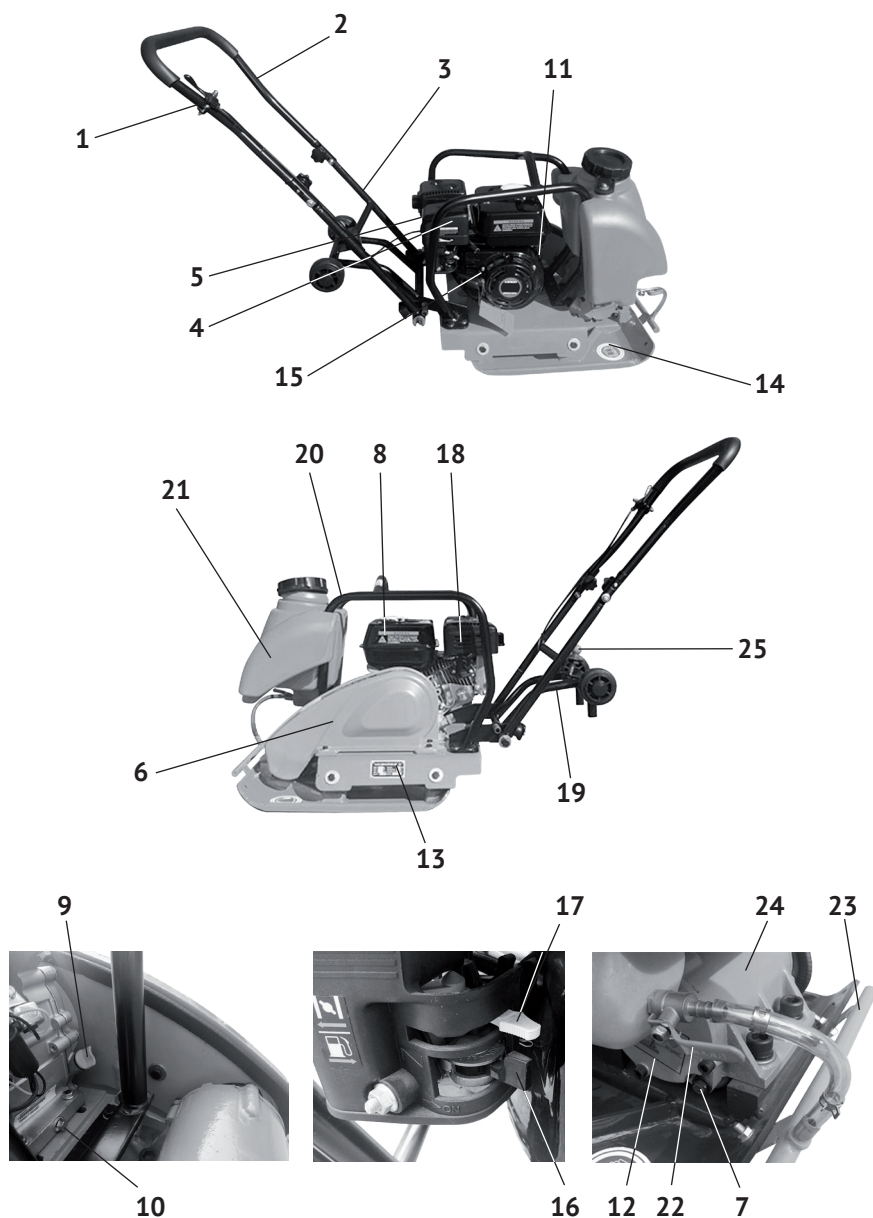

рис.1
2.4 Общий вид виброплиты представлен на рис.1
Основным несущим узлом виброплиты является цельнометаллическое основание (рис.1 поз.14), выполненное заодно с корпусом вибратора, имеющее форму широкой «лыжи» с загнутыми краями. Сверху на основание крепится, с использованием виброамортизаторов (резиновых подушек), платформа двигателя (рис.1 поз.13). Платформа двигателя – сварная конструкция, являющаяся базовым узлом, на которую крепятся: двигатель с приводом, рукоятка управления (рис.1 поз.3), кронштейн с колёсами (рис.1 поз.19), рама крепления (рис.1 поз.20) системы орошения с баком (рис.1 поз.21) и кожух ремённой передачи (рис.1 поз.6).
В корпус вибратора, на подшипниках, смонтирован эксцентриковый вал, закрытый с торцов крышками (рис.1 поз.12). На выходном конце вала вибратора закреплён шкив ремённой передачи.
При вращении эксцентрикового вала вибратора создается центробежная сила, приводящая к вибрации плиты (рис.1 поз.14). Амплитуда колебаний в передней части виброоснования больше, чем сзади, что приводит к прямолинейному передвижению виброплиты.
Открутите крышку топливного бака (рис.1 поз.8). Заливайте бензин в топливный бак не более чем на 1 см ниже уровня основания заливной горловины. Перед запуском двигателя тщательно протрите крышку бензобака, удалив возможные при заправке брызги топлива.
- открутить пробку (рис.1 поз.7) в крышке (рис.1 поз.12) корпуса вибратора;
- открутив крышку пластикового бака (рис.1 поз.21), залейте воду;
- отрегулируйте подачу воды с помощью крана (рис.1 поз.22) оросительной трубки (рис.1 поз.23).
- медленно потяните за ручку стартера (рис.1 поз.15) до появления сопротивления, а затем резким движением вытяните трос на всю длину. Повторите действие ещё раз, если двигатель не завёлся;